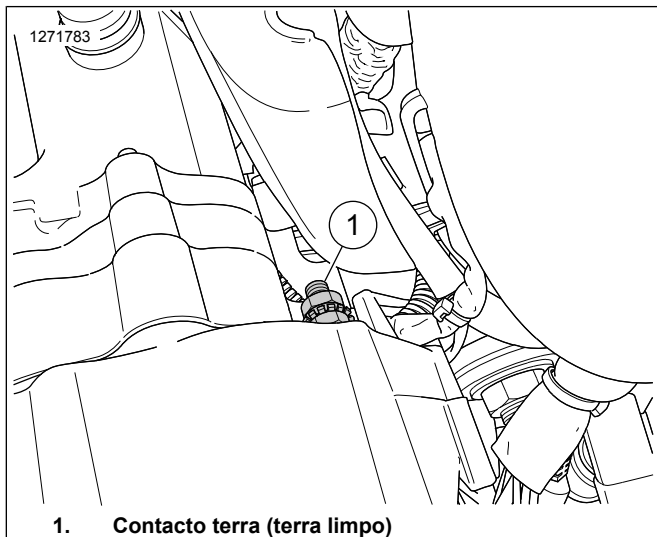

Figura 49. Terra de Sportster
Ver Figura 49. O contacto terra (1) está localizado atrás da tampa primária na metade esquerda do cârter.